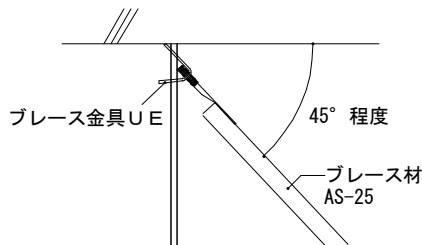

図2-20 ブレースの角度によるブレース金具の使い分け
②吊りボルト上部からブレース取付金具下(イーグル)までの寸法を実測し、ブレースの長さを決めます。
③ブレース材 (AS-25) の側面にブレース金具 UE 又は、ブレース金具 UE II を 4φ のビス (3 本) で固定します。(図 2-20 参照)